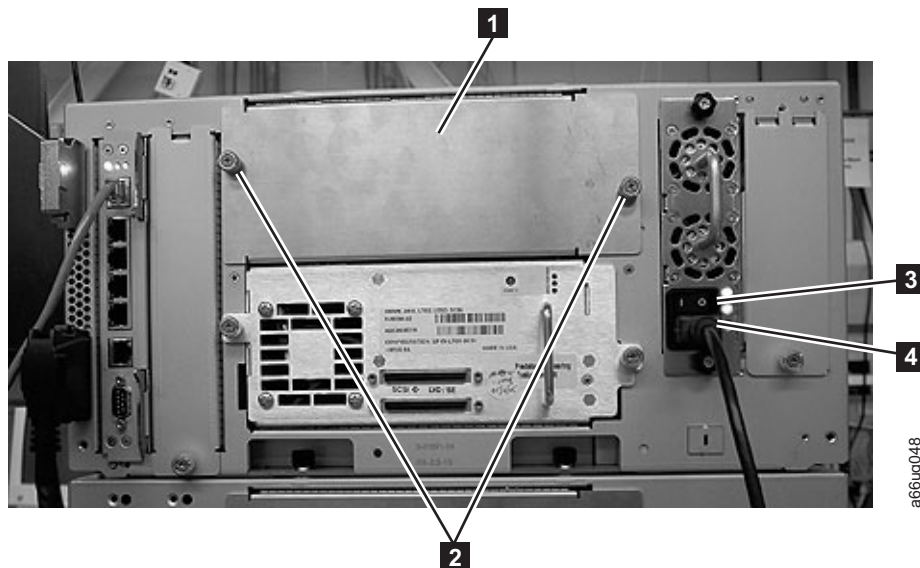

図 11-3. 1 台の SCSI ドライブと 1 枚のカバー・プレートが取り付けられた制御モジュール
重要: 最初に、電源コードを給電部から取り外します。次に、電源機構のコンセント (図 11-3 の **4**) から電源コードを抜きます。
- a. モジュールの空いているドライブ・スロットを見つけます。ドライブ・スロットを覆っているカバー・プレートを取り外します。まず 2 本つまみねじ (図 11-3 の **2**) を反時計方向に回して緩め、カバー・プレート (**1**) を取り外します。